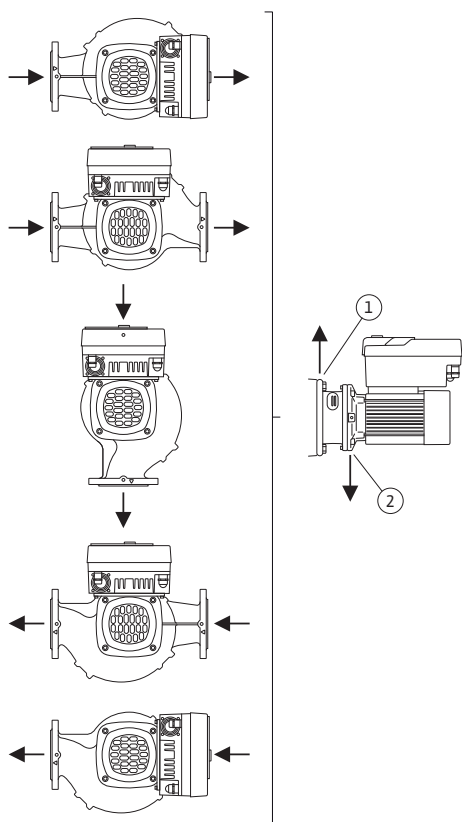

Fig. 9: Lubatud paigaldusasendid horisontaalse mootorivõlliga
Horisontaalse mootorivõlli ja elektroonikamooduliga ülespoole (0°) lubatud paigaldusasendid on kujutatud joonisel Fig. 9.
Pumba õhueemaldus on optimaalselt tagatud üksnes siis, kui õhueemaldusklapp näitab üles (Fig. 9, pos 1).
Selles asendis (0°) saab tekkiva kondensaadi puuraukude, pumba distantsääriku ja mootori (Fig. 9, pos 2) kaudu sihipäraselt ära juhtida.